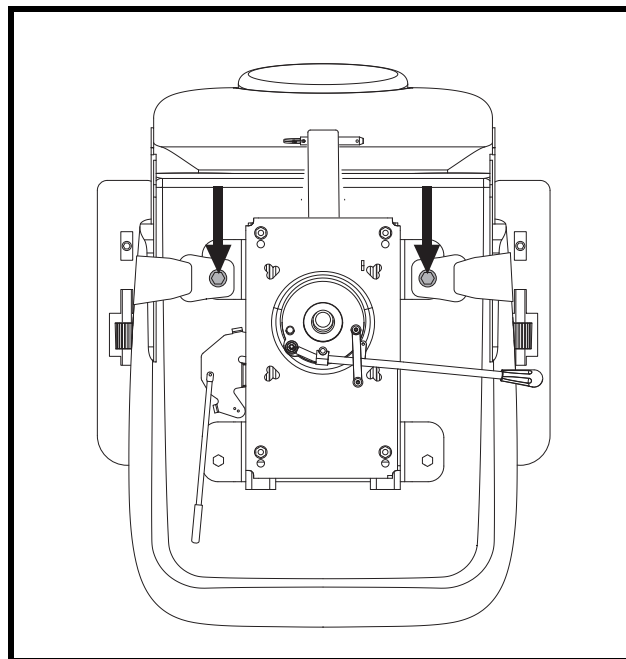

Figure 18. Boulons du ceinture de positionnement
2. Placez le siège à l'envers pour faire face à sa base. **Voir la figure 18.**